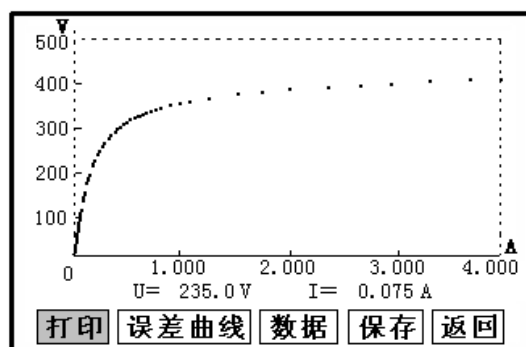
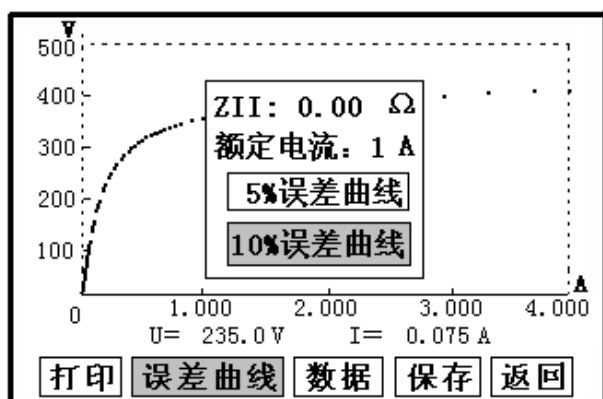
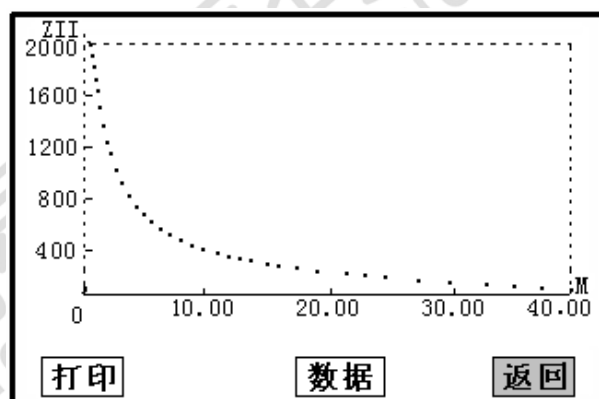

图 7
图 10
图 11
接线图见（图 6），测试仪的 A、X 为电压输出端，试验时将 A、X 分别接互感器的 S1、S2（互感器的所有端子的连线都应甩开）。合上调压开关，设置完毕按“开始”键后，再按下“确定”键，即可进入试验界面。试验开始后仪器将自动升压、升流并在界面上实时显示电压、电流值。当实际电压、电流值达到设置输出电压或输出电流值时试验结束，调压器回零后，切断电压输出，显示拐点电压、电流值，并绘出伏安特性曲线图。（见图 7）
试验结束后，屏幕显示出伏安特性测试曲线（见图 7）。该界面上各操作功能如下：
- **误差曲线**：在图 7 的界面中，将光标移至“误差曲线”选定后，屏上将显示伏安特性试验的误差曲线的设置见（图 10），选定后计算出的误差曲线如（图 11）。
如果用户想查看或转存其中的某一个记录，可以将光标移动到该组记录，点击后液晶屏上会显示此记录的伏安特性曲线，如图 7 所示，在此界面下，用户可以打印，计算误差曲线，查询拐点、数据等功能。